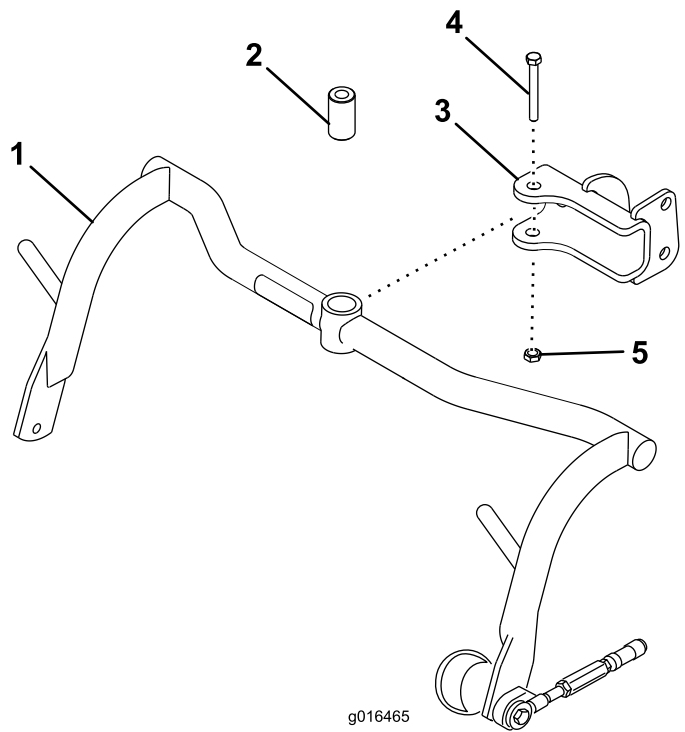

Рисунок 5
1. Закрепите узел несущей рамы в каждой вилке, используя проставку, болт (1/2 x 3/4 дюйма) и контргайку (1/2 дюйма); см. Рисунок 5. Затяните с моментом от 91 до 113 Н·м.